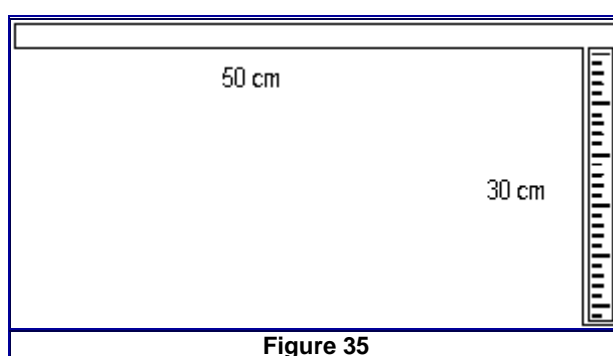

Figure 35
- Une **équerre** pour mesurer les contraintes de branches. (Figure 35)